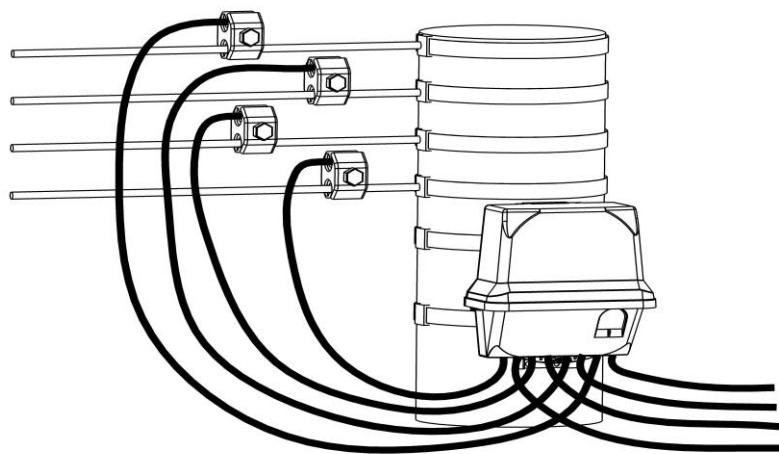

Рисунок 25 - Подключение счетчика в корпусе SPLIT с использованием прокалывающих зажимов
4.3.2.4 Если выбран способ монтажа счетчика в корпусе SPLIT с помощью прокалывающих зажимов (рисунок 25), то до монтажа счетчика необходимо приготовить отрезки СИП кабеля с закрепленными прокалывающими зажимами. С другого конца кабели зачистить, обжать так, как описано ниже в данном пункте и